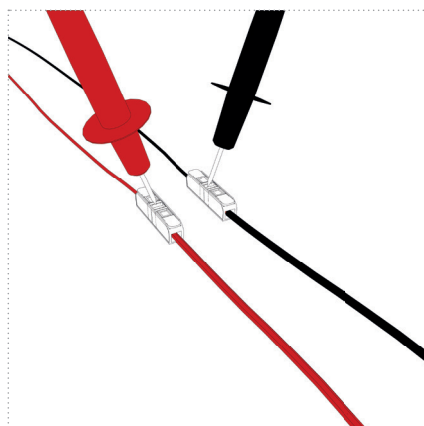

Figure 21
6. Remettez/tournez le fusible du circuit de l'unité UV et vérifiez la tension secteur correcte aux ouvertures de contrôle des bornes de connexion (Figure 21).